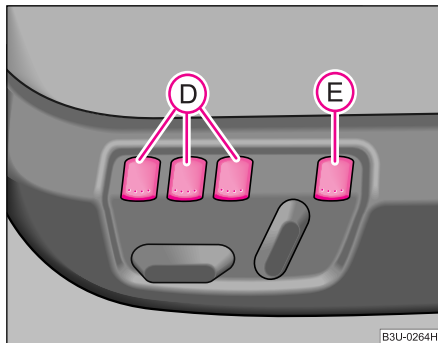

Fig. 52 Scaunul conducătorului: Taste de memorie și comutator ON/OFF
Memory pentru scaun oferă posibilitatea memorării individuale a poziției scaunului și a oglinzilor exterioare. Fiecăreia din cele trei taste de memorie **(D)** ♥ fig. 52 i se poate alocă un reglaj al scaunului. Prin apăsarea tastei corespunzătoare **(D)** scaunul și oglinzile exterioare vor adopta poziția memorată pe tastele respective.
- **Memory-apăsare scurtă:** Deschideți ușa conducătorului și apăsați scurt tasta de memorie dorită  ♥ pagina 72, fig. 52. Scaunul și oglinzile exterioare vor adopta pozițiile memorate.
În situații de urgență puteți întrerupe procesul de reglare oricând, apăsând pe comutatorul (E) ♥ pagina 72, fig. 52, una din tastele de memorie sau unul din comutatoarele scaunului. ■